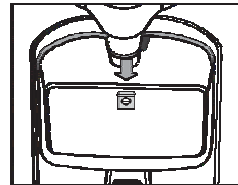

Abb. 16
1.2 Schließen des Handschuhfachs: Um das Fach zu öffnen, den Schlüssel in das Schloss einführen und gegen dem Uhrzeigersinn bis zum Anschlag drehen. Danach das Schloss nach unten drücken. Zum Verschließen den Deckel drücken, den Schlüssel im Uhrzeigersinn drehen und dann abziehen (Abb. 16 und 17).